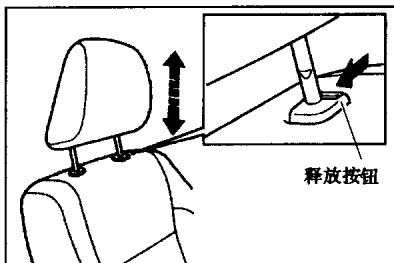

图 1-20
- 有头枕的座椅,头枕可根据需要调整高度;调整时,推开释放按钮,将头枕拉上或推下至头部对准头枕中央为最佳位置(图 1-20)。